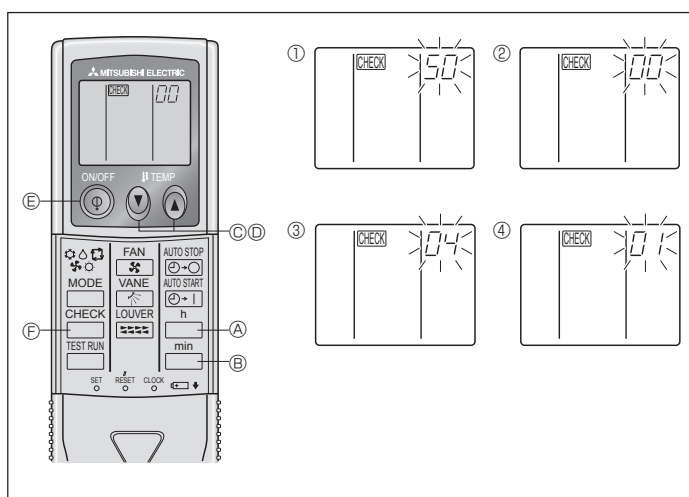

Fig. 6-10
- ⑧ Prima o botão MODE E e o modo e o número de definição (I) e (II) alteram para continuamente ligados e o conteúdo da definição pode ser confirmado.
- ⑨ Pressione as teclas FILTER A e TEST RUN B simultaneamente por pelo menos dois segundos. O ecrã de selecção da função desaparecerá momentaneamente e a indicação do condicionador de ar desligado (OFF) irá aparecer.
2) Para controlo remoto sem fio (Fig. 6-10)